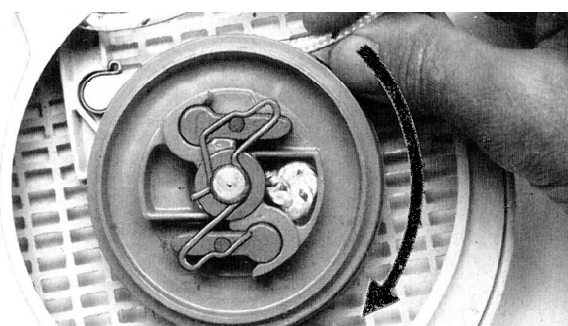

Рисунок 4.6 - Натяжение возвратной пружины
4.2.7.1 Чтобы натянуть возвратную пружину, необходимо взявшись за шнур, выходящий из шкива, провернуть шкив 4-6 раз в направлении стрелки. Придерживать шкив, размотать скрутившийся шнур и вытянуть. Отпустить шкив и медленно отпускать шнур так, чтобы он наматывался на шкив. Пусковая ручка должна быть втянута жестко в люверсу, в противном случае натянуть пружину дополнительно на один оборот, см. рисунок 4.6. При полностью вытянутом шнуре шкив должен иметь возможность проворачиваться на пол оборота. Если это окажется невозможным, то пружина натянута слишком сильно и существует опасность поломки!